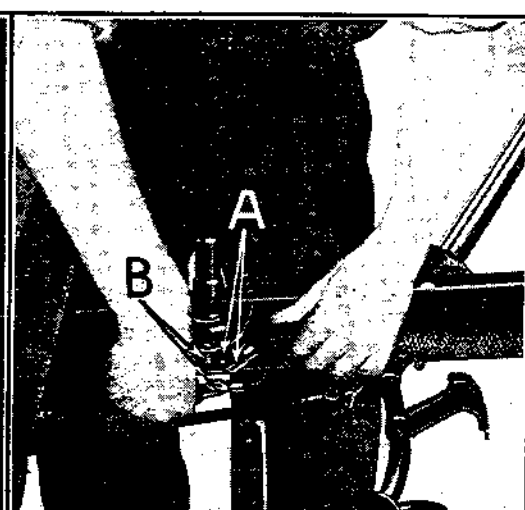

Fig. 84
**93** — Brancher le câble de démarreur, le câble de batterie et le câble de batterie-contact-démarrage. Brancher le câble contact-démarrateur à la borne **A** du contact (fig. 84). Le câble de batterie et le câble batterie-contact au point **B** en serrant les écrous des bornes du contact.